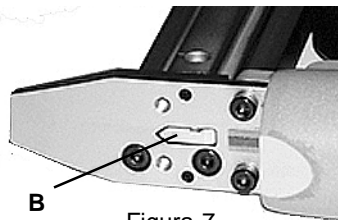

Figura 7
4. Empuje el punto atascado fuera de la apertura (**B**) en la Figura 7. Usted puede alcanzarlo por dentro del cargador.